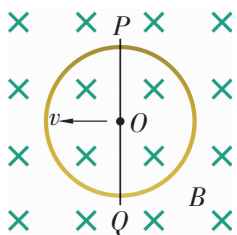

图 1-5-6
**例 2:** 把电阻为  $18\ \Omega$  的均匀导线弯成如图 1-5-6 所示的金属圆环，圆环直径  $D = 0.80\ \text{m}$ ，将圆环垂直于匀强磁场方向固定，磁场的磁感应强度为  $B = 0.50\ \text{T}$ ，磁场方向垂直于纸面向里。一根每米电阻为  $1.25\ \Omega$  的直导线  $PQ$ ，沿圆环平面向左以  $3.0\ \text{m/s}$  的速度匀速滑行，速度方向与  $PQ$  垂直，滑行中直导线与圆环紧密接触（忽略接触处的电阻），当它通过环上直径位置时，求：
(1) 直导线产生的感应电动势，并指明该段直导线中电流